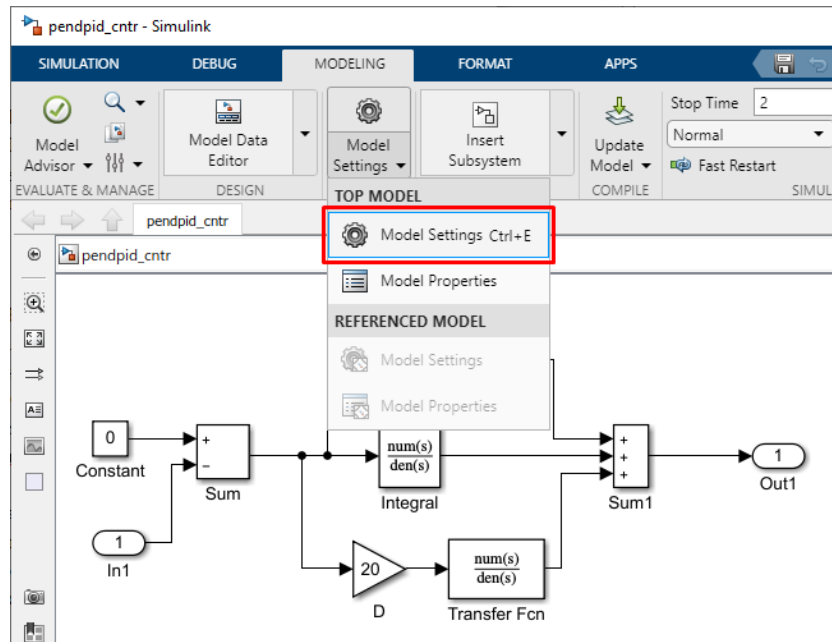
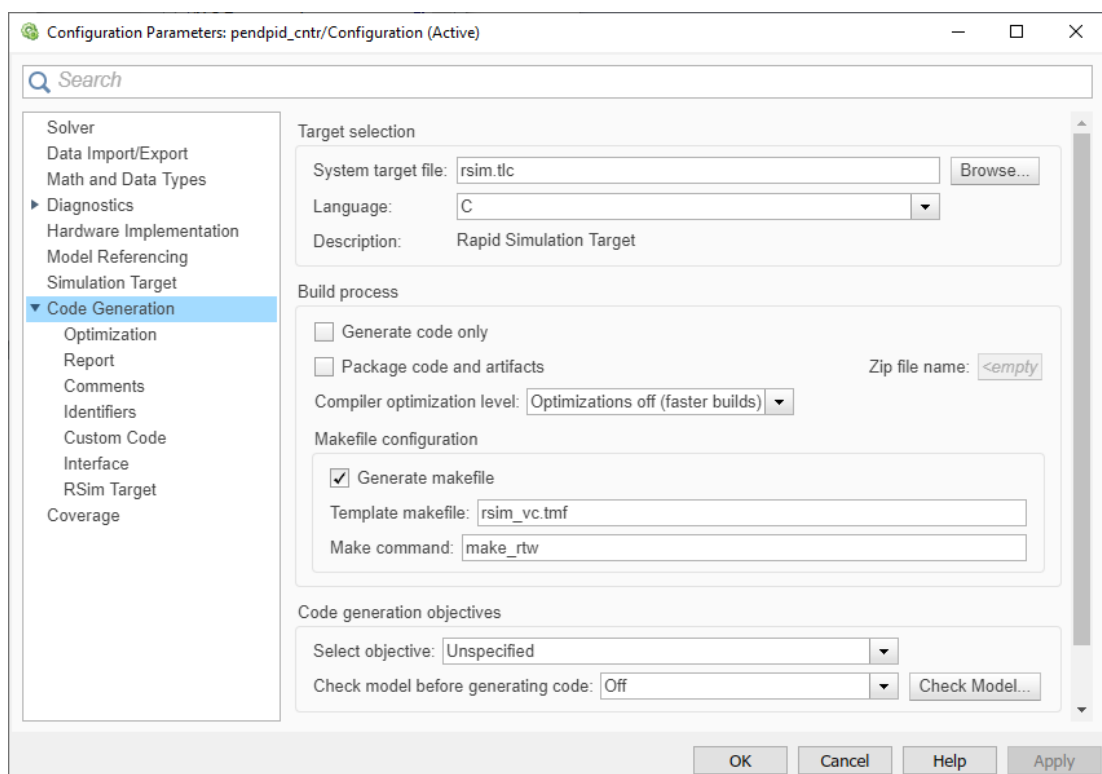

Рис. 3.3. Вызов окна параметров модели в Matlab 9.X (R2016-R2020)
Рис. 3.4. Настройка процесса компиляции в Matlab 9.X (R2016-R2020)
2. В верхнем меню в галерее **MODELING** выберите **Model Settings / Model Settings** (см. рис. 3.3) или же щёлкните правой кнопкой мыши на белом фоне модели и в контекстном меню выберите пункт **Model Configuration Parameters**. Появится окно **Configuration Parameters**, см. рис. 3.4.
3. В дереве объектов конфигурирования слева выберите **Code Generation**, как это показано на рис. 3.4.